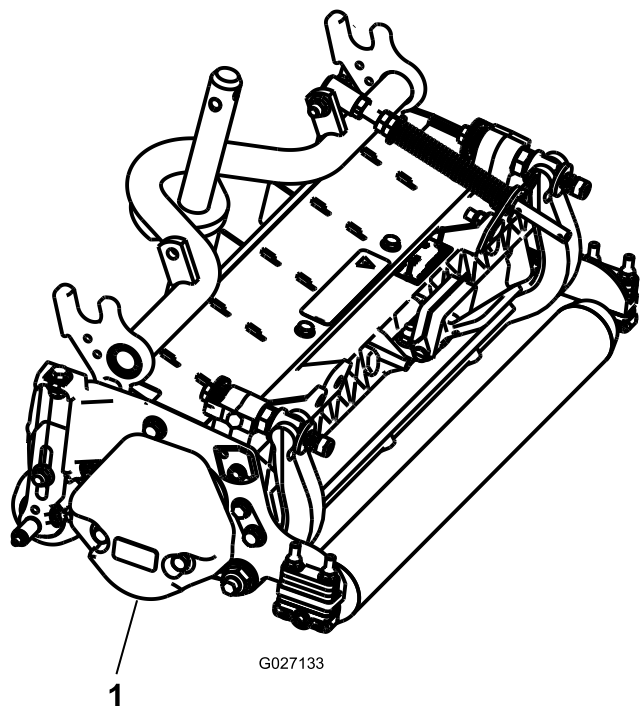

Рисунок 7
3. Убедитесь, что противовес (**Рисунок 7**) установлен на соответствующем конце режущего блока, как описано в *Руководстве по эксплуатации режущего блока*.